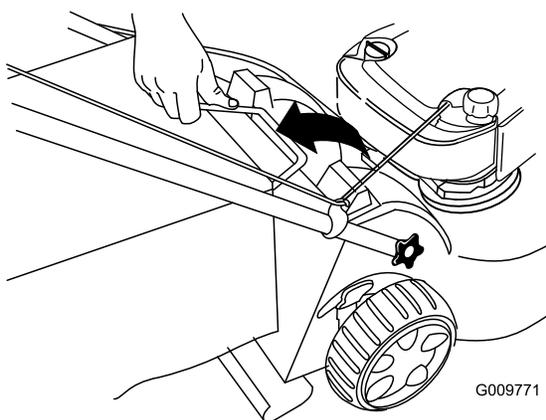

Рисунок 29
2. Поднимите ручку мешка для травы из канавок на верхней панели машины и снимите мешок с машины (Рисунок 29).